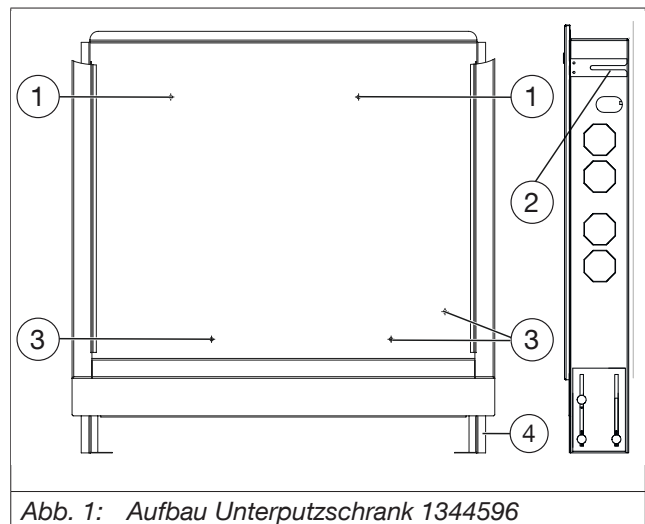
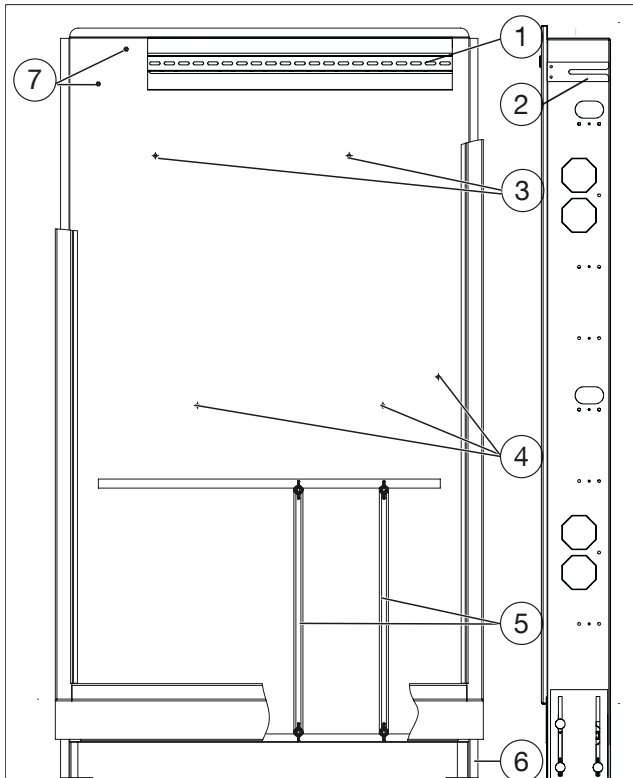

Abb. 1: Aufbau Unterputzschrank 1344596
Abb. 2: Aufbau Unterputzschrank 1344598 und 1344599
5. Befestigen Sie den Schrank an den Füßen und den Laschen (siehe Abb. 1 auf Seite 6 (2) und Abb. 2 auf Seite 7 (2)).